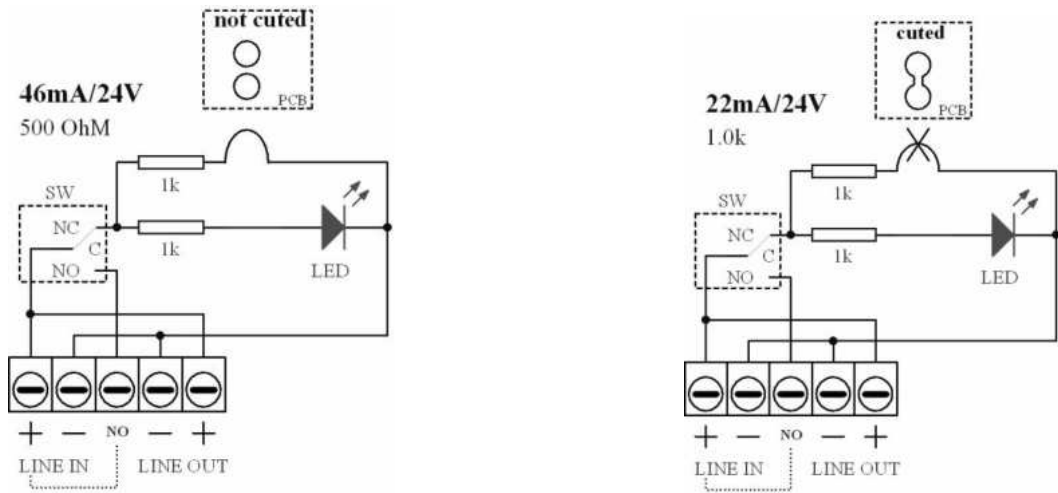

Fig. 1
- Connecter les câbles électriques selon le schéma (fig.1)